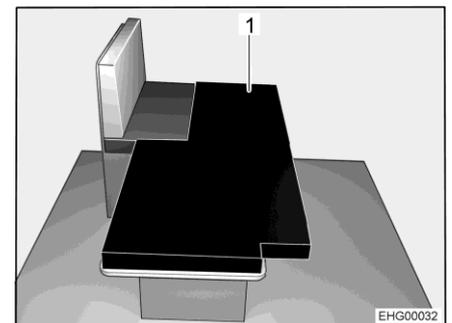

Bild 45 Nach dem Umbau
- Das Zusatzpolster (Bild 45,1) wie abgebildet auf den abgesenkten Tisch legen.